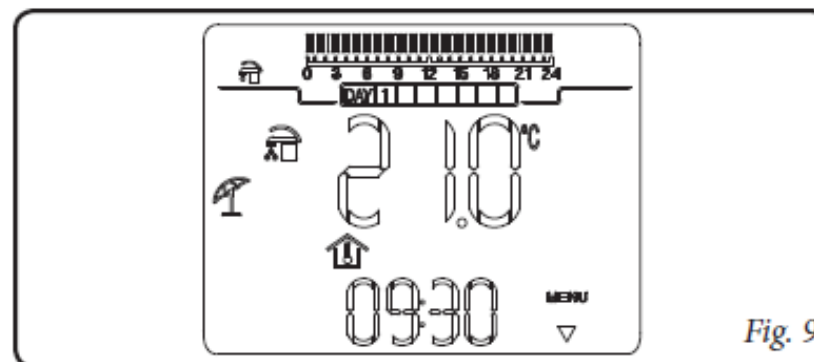

Fig. 9
- Режим «Лето» (1). В этом режиме котел может работать только для производства горячей санитарной воды без отопления помещений. На дисплее отображаются текущие день недели и час, температура помещения и временная шкала с суточным программированием таймера санитарной воды вместе с соответствующими символами (рис. 9).